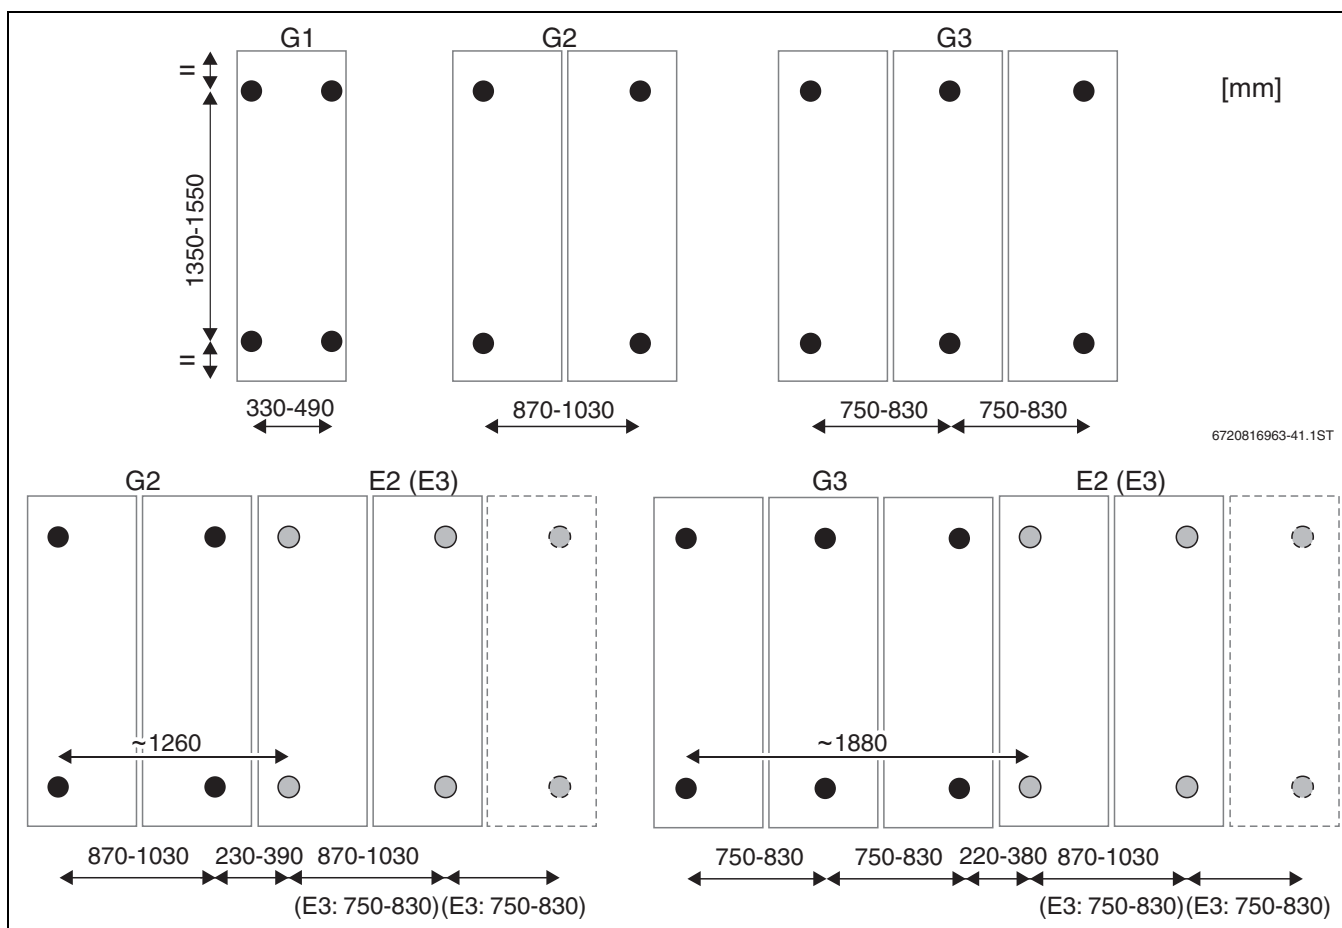

Bild 35 Fassadenmontage: Abstände der Stockschraben
- Abstände der Stockschauben auf die Beschwerung (z. B. Betonplatten) übertragen (→ Bild 35).